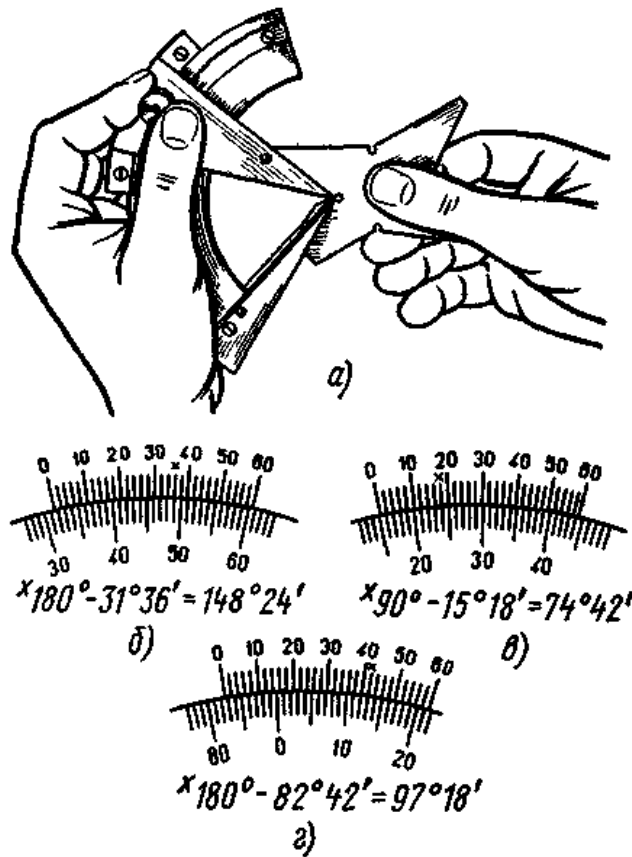

Рис. 23. Измерение внутренних углов угломером УН
2. Измерение внутренних углов (рис. 23, а – г):
- а) при измерении внутренних углов от 180 до 1300 показания правой части шкалы отнимают от 1800 (рис. 23, б);
- б) при измерении внутренних углов от 130 до 900 показания левой части шкалы отнимают от 1800 (рис. 23, г);
- с) при измерении углов от 90 до 1400 показания правой части шкалы отнимают от 900 (рис. 23, в).